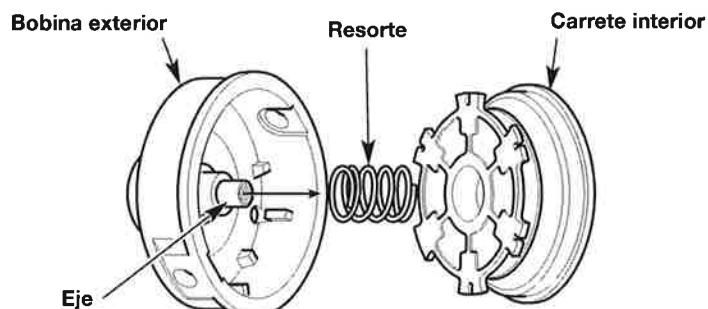

Fig. 19
- Retire el carrete interior de la bobina exterior (Fig. 19).
- Retire el resorte del carrete interior (Fig. 19).